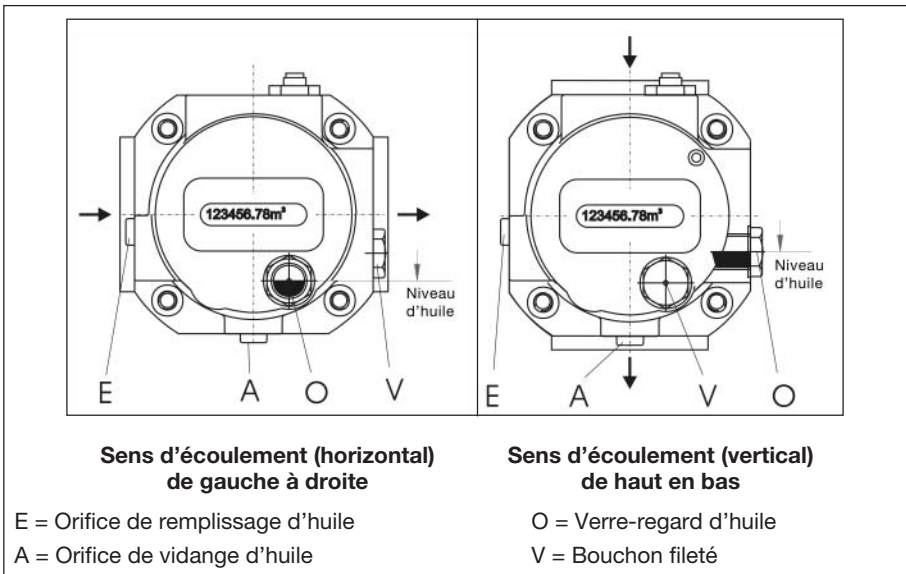

Fig. 7 : Position de montage horizontale et verticale, remplissage d'huile et indication du niveau d'huile (**type RVG-ST**)
- Lorsque le gaz **traverse le compteur horizontalement**, deux orifices de remplissage d'huile (E ou V) sont disponibles. L'orifice de vidange A est placé au point le plus bas. Le verre-regard O est placé sur la face avant du compteur, en dessous du totalisateur (fig. 7 à gauche).
- Lorsque le gaz **traverse le compteur verticalement**, un seul orifice de remplissage (E) est disponible. L'orifice de vidange A est placé au point le plus bas. Le verre-regard est alors placé à droite sur le couvercle du corps avant (fig. 7 à droite).